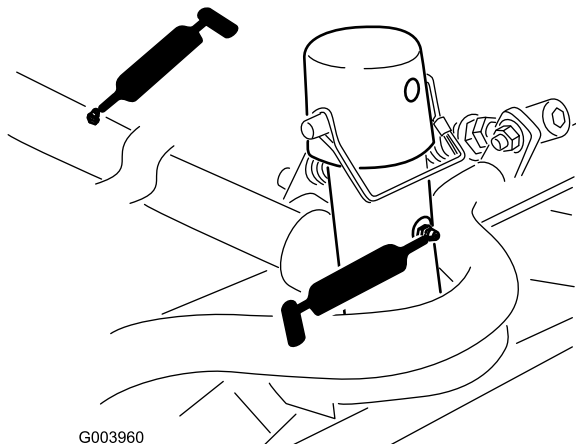

図 46
- キャリアフレームとピボット各カッティングユニットで2ヶ所 図 46